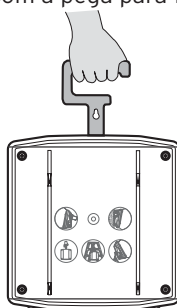

Fig. 11
3.1.4 Transporte com a mão (fig. 11).